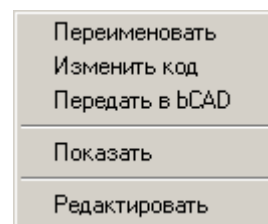

Рис. 65 Контекстное меню
При открытой закладке **Корпусные детали** приложение **Отчет** позволяет выполнить ряд операций с помощью контекстного меню, которое появляется при щелчке правой кнопкой мыши (рис. 65).
1. Выбрать строку с наименованием детали, параметры которой требуется изменить, и вызвать контекстное меню (см. выше рис. 65).